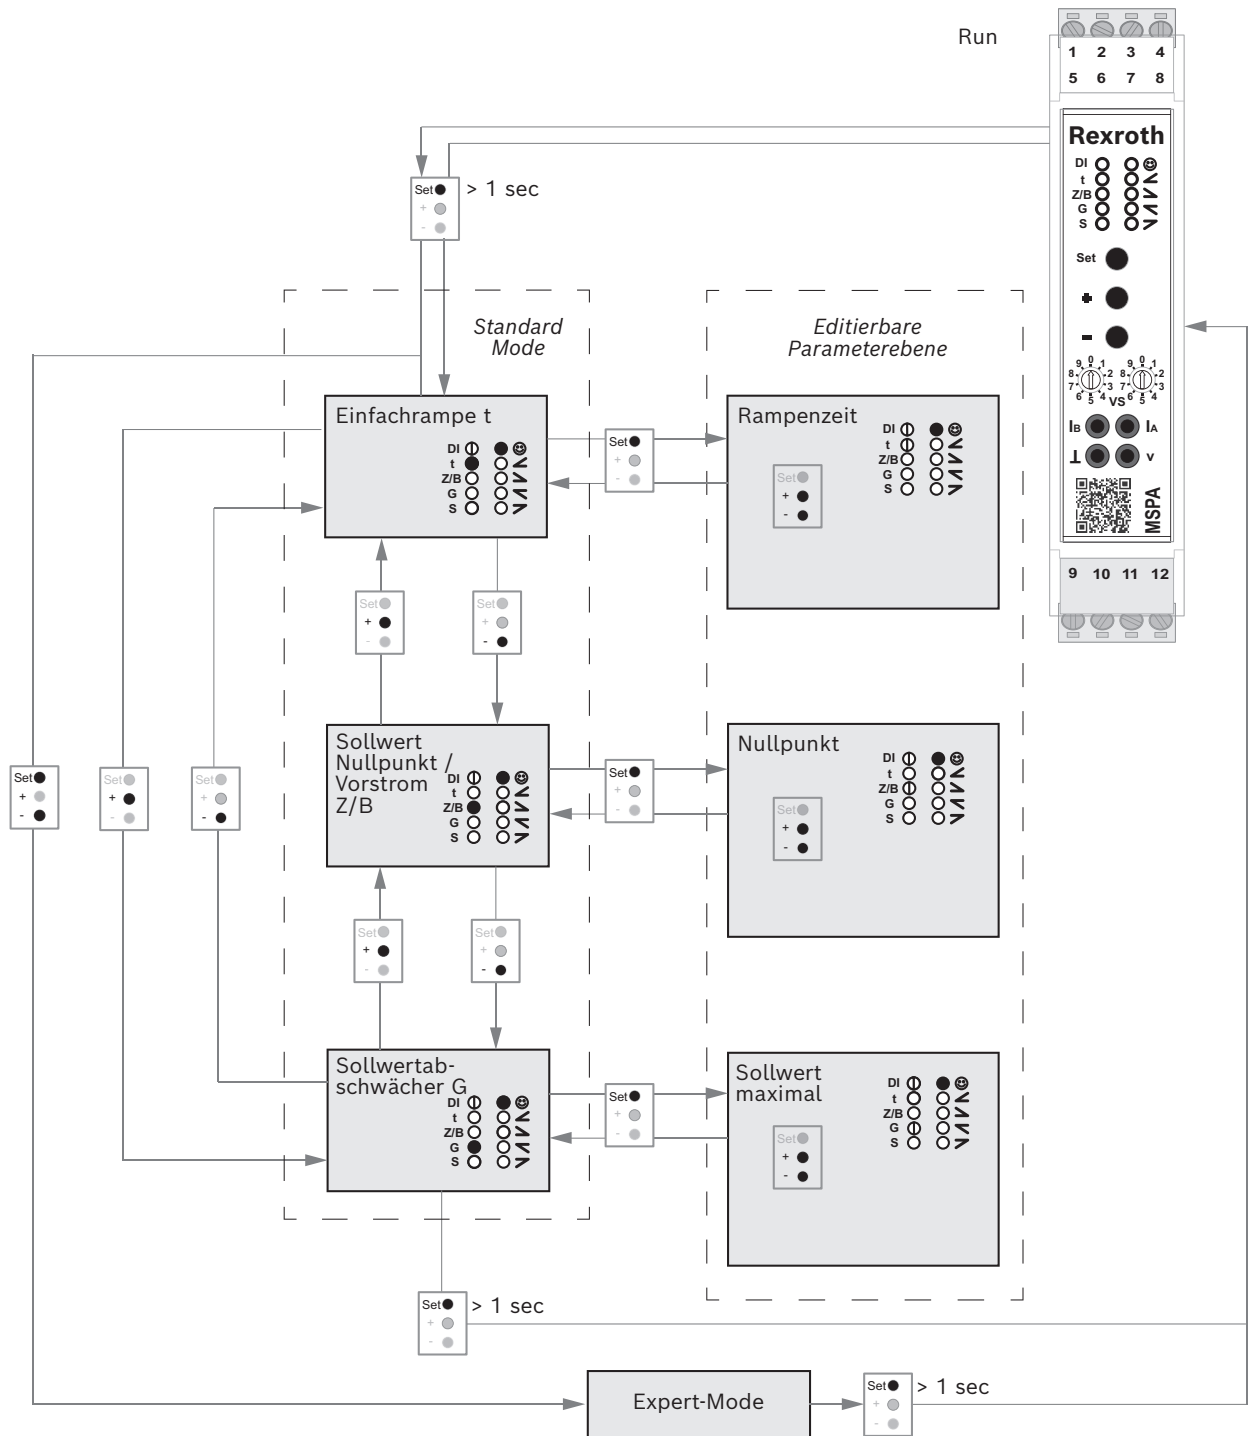

Fig. 5: Menüstruktur
- ▶ **[Set]** > 1 sec. drücken, um zum ersten einstellbaren Parameter (Einfachrampe, siehe Fig. 5) zu wechseln.